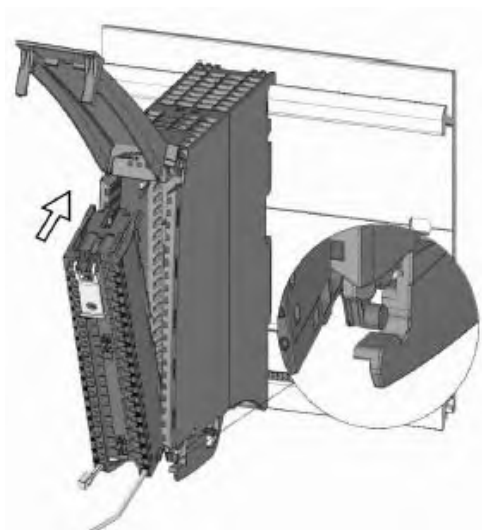

图 2-37 安装前连接器
- ① 根据需要，关闭负载电流电源。
- ② 将电缆束上附带的电缆固定夹（电缆扎带）放置在前连接器上。
- ③ 向上旋转已接线的 I/O 模块前盖直至其锁定。
- ④ 将前连接器接入预接线位置。需将前连接器挂到 I/O 模块底部，然后将其向上旋转直至前连接器锁上如图 2-37 所示。